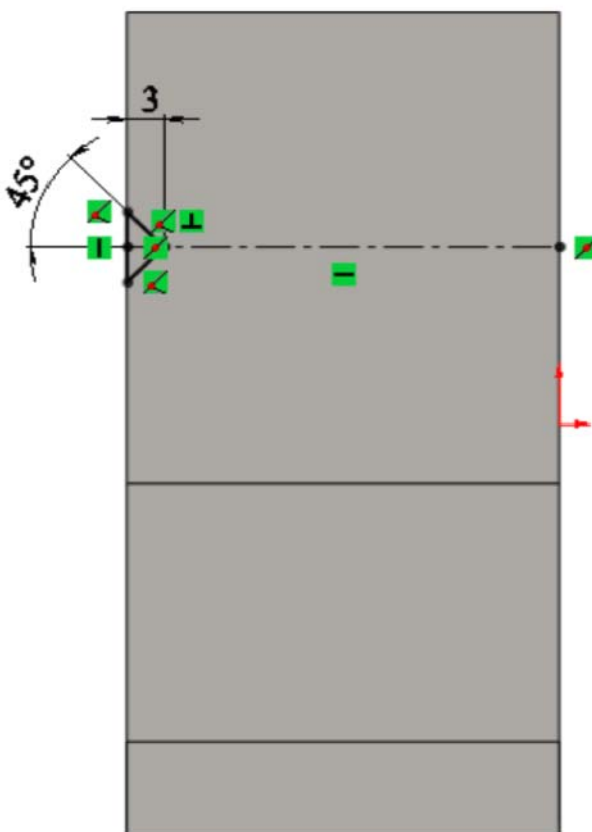

Рис. 2.6. Эскиз
3. Нарисуйте эскиз, показанный на рис. 2.6;